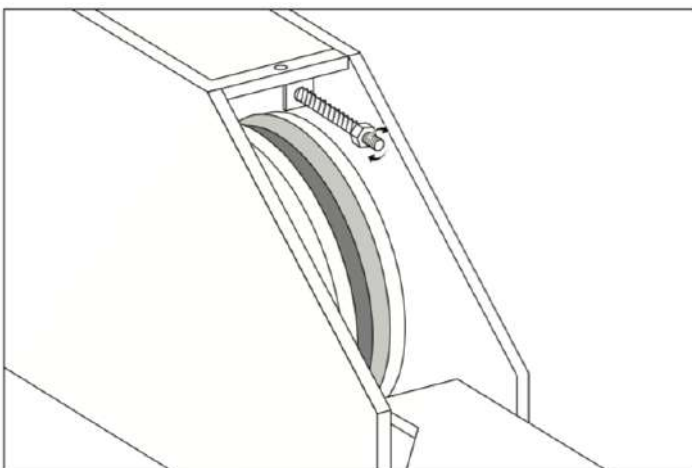

Fig. 29 – Justering av lås
32. När lyften har höjt sig 50 cm så ska låsen justeras så de klickar in automatisk i låsskenorna när de passerar. Detta görs genom att spänna muttern visat i fig. 29. Spänn tills fjädern är stram nog till att låsen klickar in i låsskenorna automatisk.